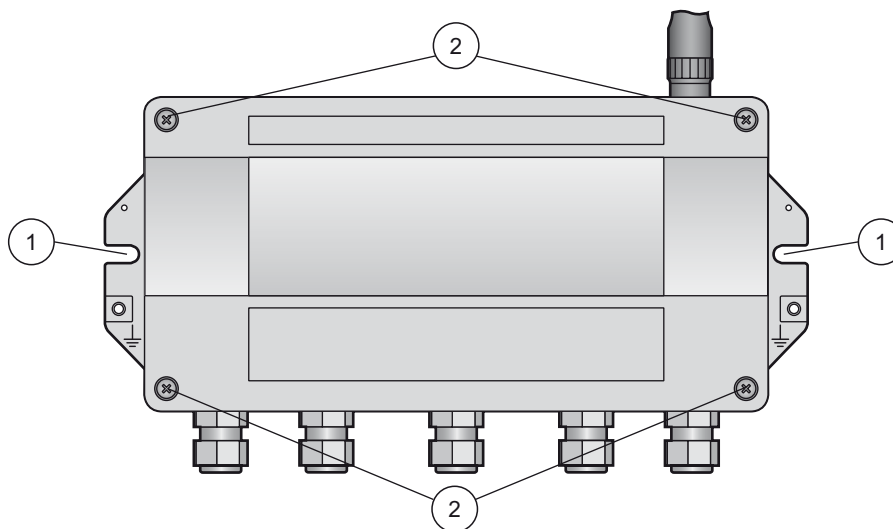

Fig. 4-5: Orifícios para montagem e parafusos do invólucro
- 2 Solte os 4 parafusos da tampa do invólucro (vide Fig. 4-5 no Capítulo 4.2) e remova-a.
- 2 Se aplicável, solte os quatro parafusos da tampa do invólucro (vide Fig. 4-5 no Capítulo 4.2) e remova-a.